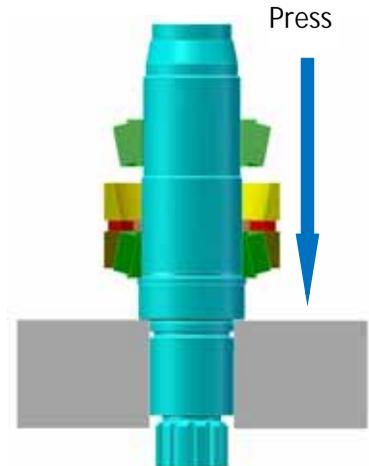

Figura 57 –Pressing Lower Bearing Assembly onto Shaft
8. Coloca the upper cup on top of the spacer, Figura 57.
9. Lubrica el eje por cono de arriba y roller asemla con aceite o grasa. Resbala en el eje con el roller radius hacia arriba. Impuja en el eje y en el taza, Figura 57.